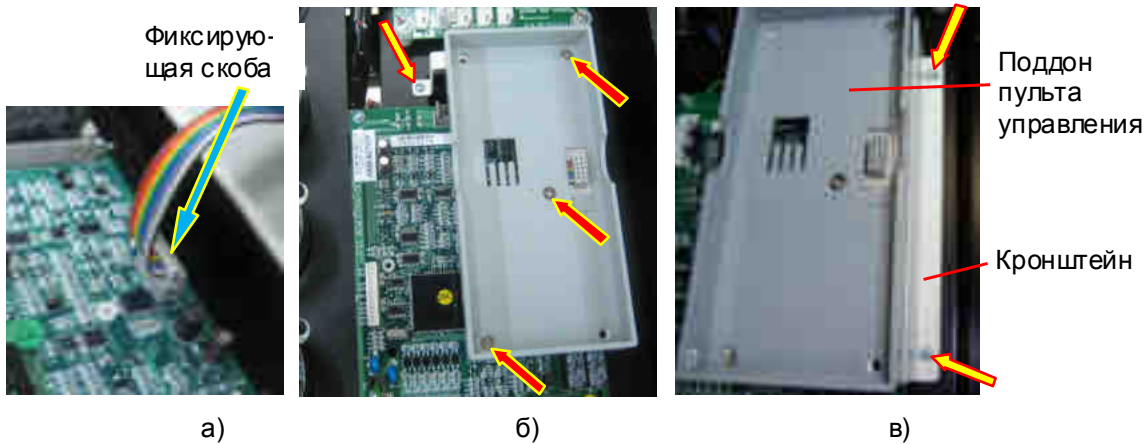

Рис. 7.35.
7.19.1. Подключить разъем шлейфа поддона пульта управления к ответному разъему на плате ЦП и зафиксировать скобой (рис. 7.35а).
7.19.2. Закрепить поддон пульта управления на кронштейне тремя винтами (рис. 7.35б, красные стрелки).
7.19.3. Установить кронштейн с поддоном на корпусе блока конденсаторов и закрепить тремя винтами (рис. 7.35б, в, желтые стрелки).